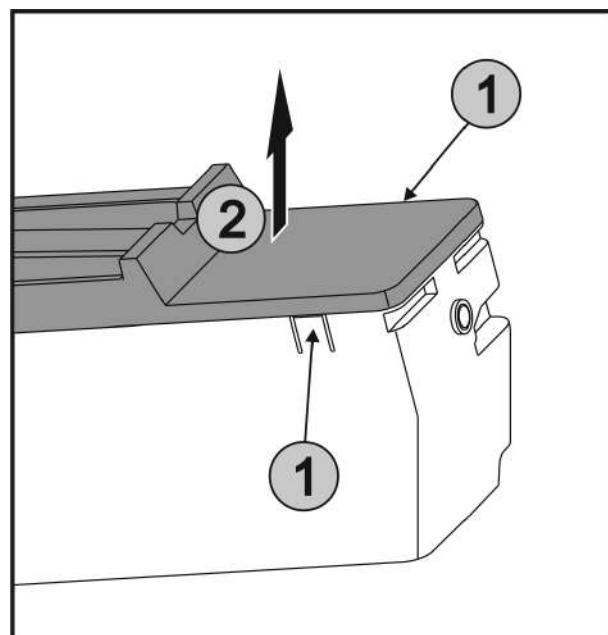

Fig. 40
- Накладки Fig. 40 (1) з обох боків EasyTwist-Ice натиснути одночасно і кришку Fig. 40 (2) вийняти рухом вгору.